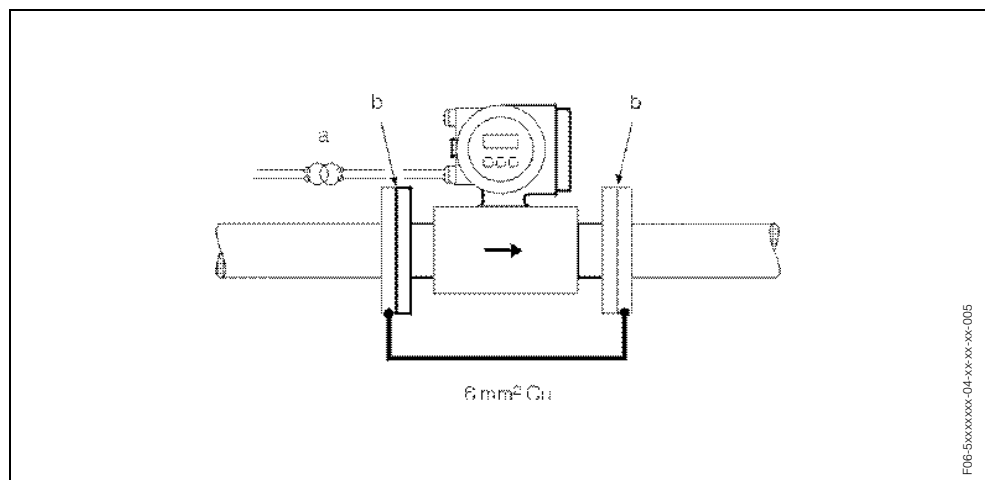

Fig. 39: Potential equalisation and cathode protection
- Los cables deben colgar hacia abajo antes de entrar en el prensaestopas de entrada de cables ("trampa de agua", Fig. 39). De esta forma se impide que la humedad pueda penetrar por la entrada. Instale siempre el equipo de medida de forma que las entradas de cable no apunten hacia arriba.